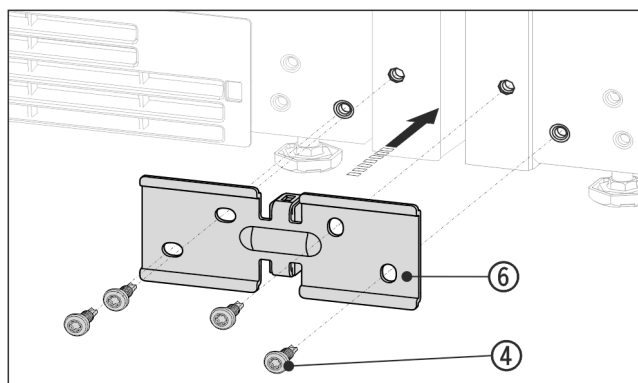

Fig. 14 Zobrazení příkladu
- Úhelník Fig. 14 (6) zasuněte rozpěrným kusem mezi přístroje a přišroubujte 4 šrouby Fig. 14 (4) bez utahování.